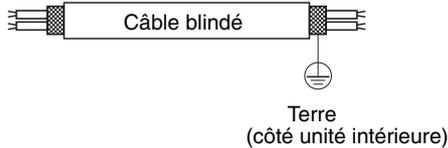

Fig. 6-3
- Utilisez des câbles blindés pour le raccordement de la télécommande et mettez le blindage du côté de l'unité intérieure. (Fig. 6-3) Dans le cas contraire, les parasites risquent d'empêcher l'appareil de fonctionner correctement.